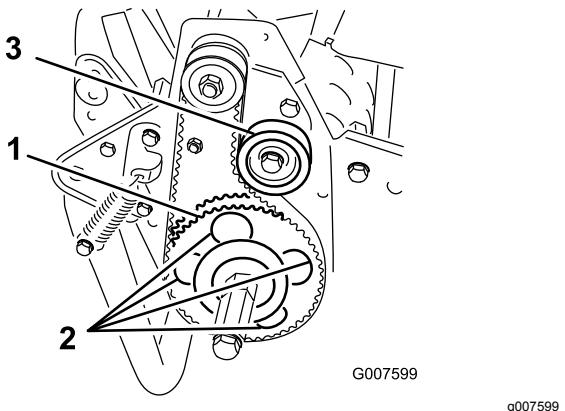

Figura 51
- Gire la polea arrastrada hasta que los taladros queden alineados con los 4 tornillos con arandela prensada del cojinete de rodillos (Figura 51).
- Ajuste la tensión de la correa y apriete el tornillo de montaje de la polea tensora (Figura 51).